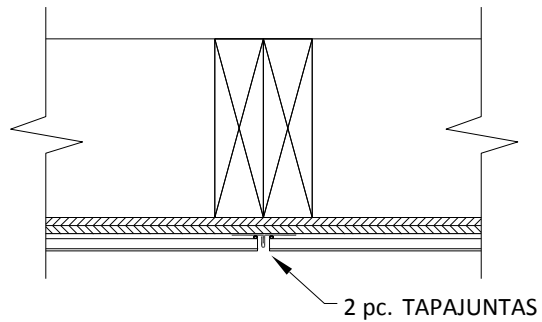

Fig. 5 - Junta de Panel Vertical
- Continúe la instalación con los paneles intermedios llenando el espacio entre los paneles de las esquinas. Se debe tener especial cuidado con la planificación y la instalación de estos paneles. Para proporcionar un mejor aspecto general, mida la distancia entre los paneles de esquina y decida si la instalación final del panel proporcionará el aspecto requerido. Asegúrese de haber proporcionado el espacio correcto entre los bordes del panel. Veá fig. 5 - 5.2